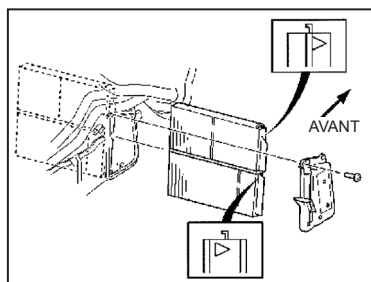

fig. 2
9. Retirez la vis de fixation du couvercle du filtre à air d'habitacle, puis enlevez le couvercle. (Voir fig. 2)